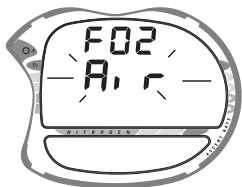

Fig. 18 - Set FO2
- Drücken Sie kurz die "Weiter" Taste und **FO2** erscheint, wobei der Einstell-Wert blinkt (Fig. 18).